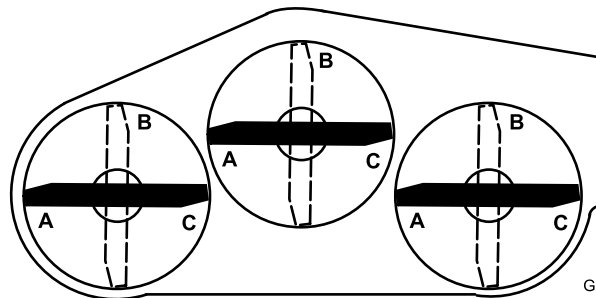
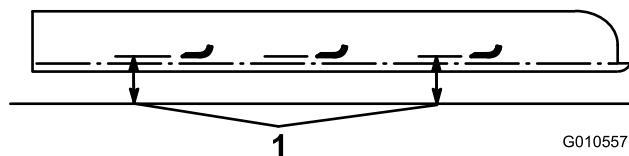

Figure 24
Figure 25
1. Enlevez le contre-écrou du boulon qui fixe l'ensemble roue pivotante à la fourche (Fig. 24). Maintenez la roue pivotante et sortez le boulon de la fourche.
5. Placez les 3 lames dans la position A (Figure 24) et mesurez la distance entre la surface plane et le bas de la pointe de chaque lame (Figure 25).
6. Notez la mesure relevée au point A, puis tournez les lames à la position B (Figure 24), mesurez la distance entre la lame et la surface plane pour toutes les lames, et notez ces valeurs (Figure 25).
7. Tournez les lames à la position C, mesurez, puis notez la distance mesurée (Figure 24 et Figure 25).